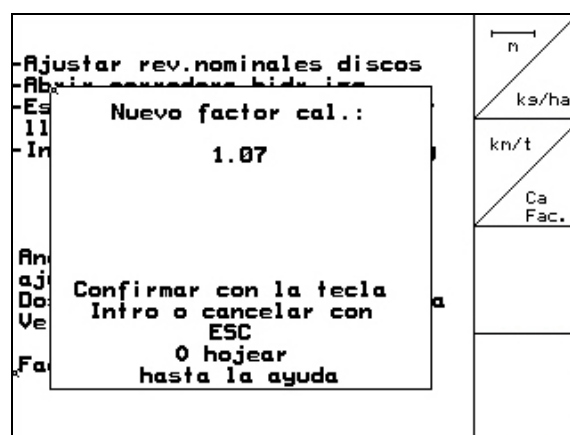

Fig. 34
- Se mostrará el nuevo factor de calibrado (Fig. 34).